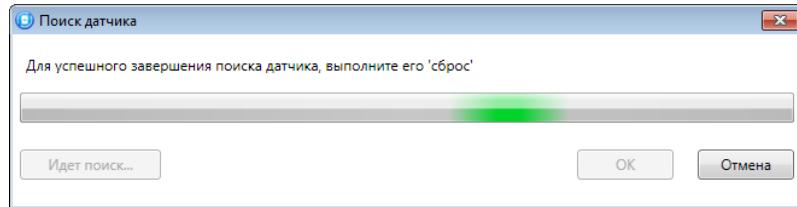

Рис. 9.5. Поиск радиоустройства
- После нажатия кнопки *OK* начнется поиск радиоустройства контроллером (Рис. 9.5). Для того чтобы устройство было найдено контроллером, его следует перевести в режим связывания (выполнить «сброс»).